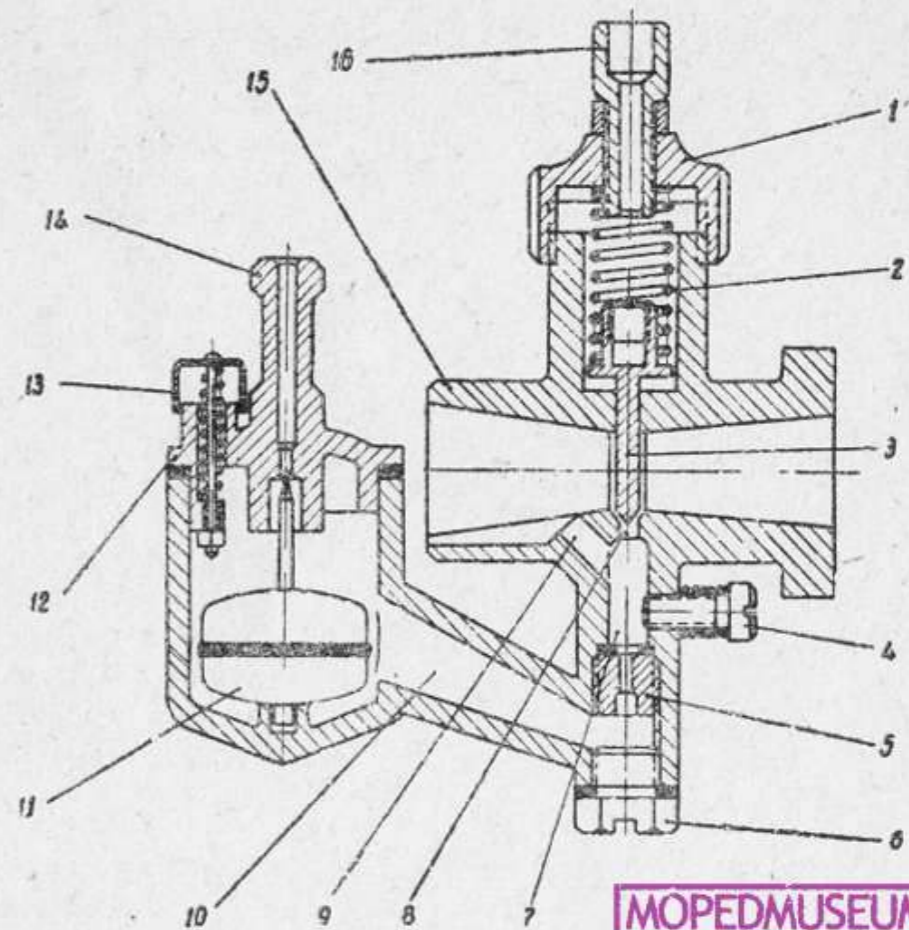

Рис. 5. Схема карбюратора.
3. В случае запуска холодного двигателя нажать 1—2 раза на кнопку утопителя 19 (рис. 5). При запуске прогретого двигателя нажимать на кнопку утопителя не надо.
Головка цилиндра 1 отлита из алюминиевого сплава. В головку ввертывается свеча 29 и декомпрессор 2 (рис. 5), а также запрессовывается резино-металлическая втулка (3).
Система питания двигателя состоит из карбюратора К-35В и воздушного фильтра. Карбюратор (рис. 5) состоит из пяти основных частей: корпуса 15, дросселя 3, крышки колодца дросселя 1, поплавкового механизма 11 и крышки поплавковой камеры 12.